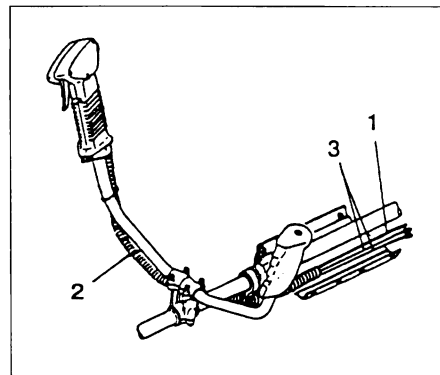

Fig. 1-3B
Put stop cords (3) and throttle wire (1) through protective tube (2), then unhook the hip pad. (Fig. 1-3B)
Faire passer les cordons d'arrêt (3) et le câble de commande des gaz (1) dans le tuyau de protection (2), puis décrocher le rembourrage arrière. (Fig. 1-3B)
Infilate i cavi di arresto (3) e il filo dell'acceleratore (1) nel tubo di protezione (2), quindi sganciate il cuscinetto di protezione fianchi (Fig. 1-3B)
Stopp-Leitungen (3) und Drosselklappenzug (1) durch den Schutzschlauch (2) führen, und dann das Hüftpolster aushängen (Fig. 1-3B)
Colocar los cables de parada (3) y el alambre del acelerador (1) a través del tubo protector (2). Luego desenganchar la almohadilla de la cadera. (Fig. 1-3B)
För in kortslutningskablarna (3) och gasspjällets ledning (1) genom skyddsroret (2) och frigör därefter ändkudden. (Fig. 1-3B)